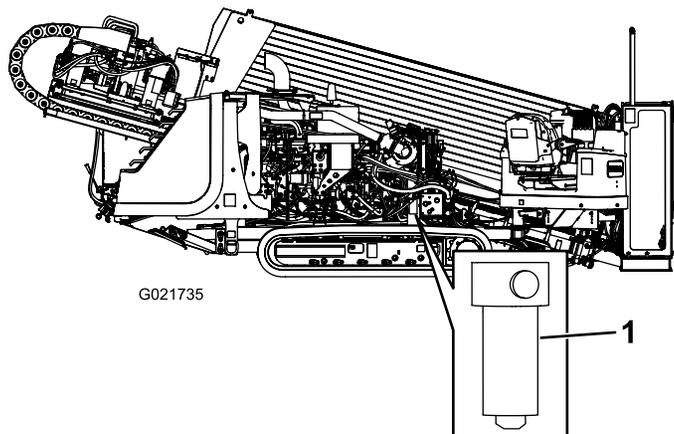

Bild 148
4. Entfernen Sie mit einem Filterschlüssel den Hydraulikdruckfilter (Bild 148).